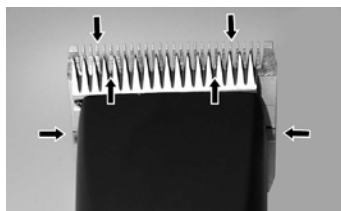

Fig. 21
Una goccia di olio sui pettini superiore ed inferiore è indispensabile per ottenere un buon risultato nella tosa e pure per conservare più a lungo e in ottimo stato la tosatrice (Fig. 21).
- ▶ Lubrifici sufficientemente i pettini durante la tosa (almeno ogni 15 minuti), di modo che non si secchino mai (Fig. 21).
I rasoi devono essere lubrificati prima, durante e dopo ogni uso. Se i pettini rilasciano striature o rallentano la corsa, è necessario lubrificarli. Applichi qualche goccia di olio sopra e ai lati dei pettini (v. frecce Fig. 21). Levi le gocce in eccedenza con un panno morbido e asciutto. Degli aerosol lubrificanti non contengono abbastanza olio per una buona unzione, ma sono utili al raffreddamento dei pettini. Cambi immediatamente i pettini difettati o scheggiati per evitare di ferirsi.